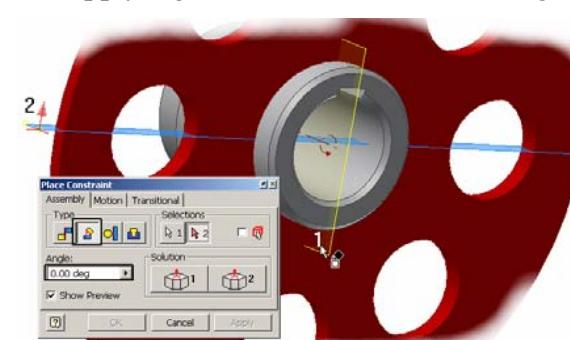
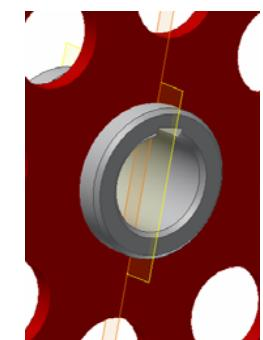

Figura 3.3.15.
Figura 3.3.16.
- aliniere Type - Angle, Angle = 0 plan de referință **butuc** cu plan de referință **disc 1** – lansare comandă **Constraint**, click punctul 1, click punctul 2, butonul **Apply**, figura 3.3.15, cu rezultatul din figura 3.3.16.